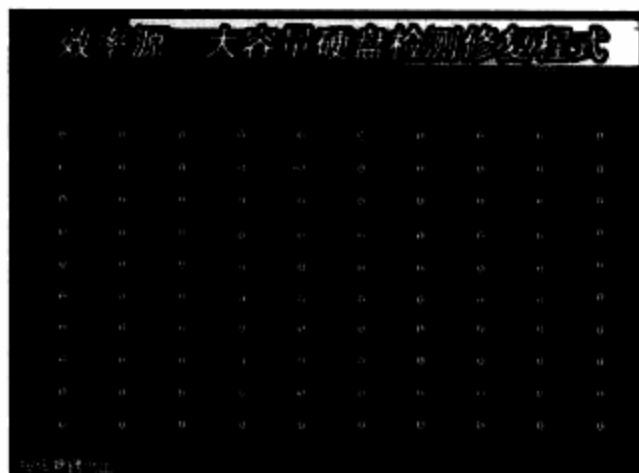

图9-25 “硬盘坏道列表”选项的主界面
**步骤 06** 工作主界面第3项是“硬盘坏道列表”选项，选择后按Enter键，出现的工作界面如图9-25所示。该选项用于查看硬盘坏道列表，其中横坐标表示柱面值，纵坐标表示硬盘的百分比位置，其中如果对应的数字0为白色，表明硬盘没有坏道，如果是红色则说明该区域损坏了。